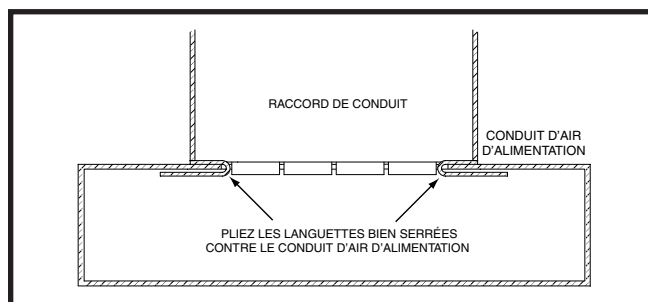

Figure 6. Languettes du raccord de conduit
- Pliez les languettes inférieures du raccord de conduit vers le haut et serrez-les le plus possible contre le conduit d'alimentation en air. Voyez la Figure 6 (page 7).